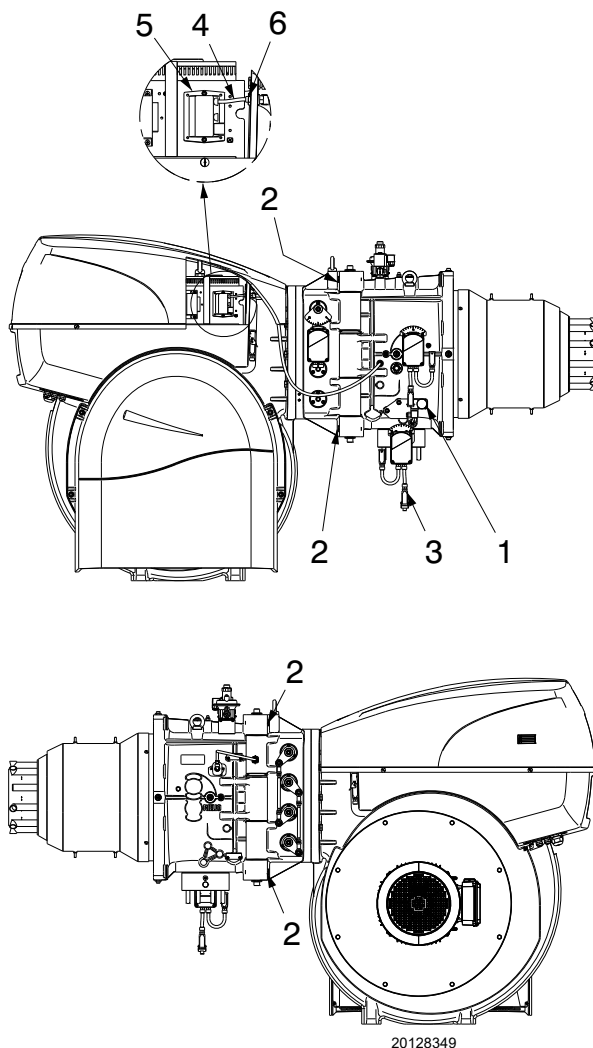

Abb. 35
- Trennen Sie die Gasdruckwächterverbindung 1)(Abb. 35).